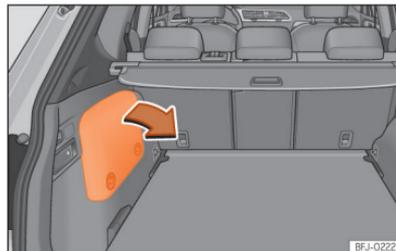

Fig. 243 Veículos híbridos (PHEV): localização da bateria na bagageira
- A bateria de 12 V encontra-se dentro do compartimento lateral esquerdo »» » Fig. 243.